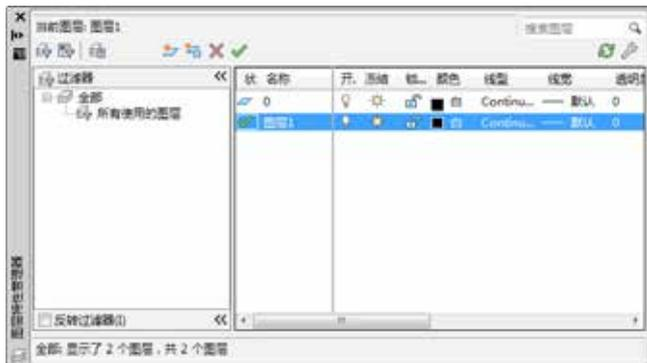

图3-40 通过【图层特性管理器】设置当前图层
- ★ 在【图层特性管理器】对话框中选择目标图层，单击【置为当前】按钮，如图3-40所示。